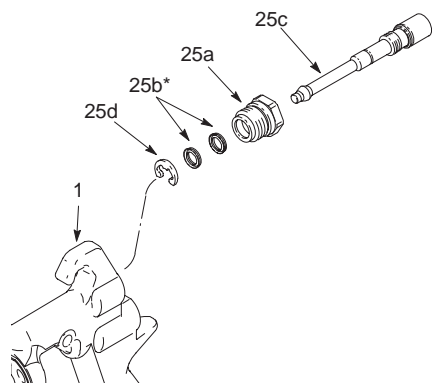

Fig. 25
1. Lösen Sie die Luftmengenregulierung (25). (Siehe Abb. 25)